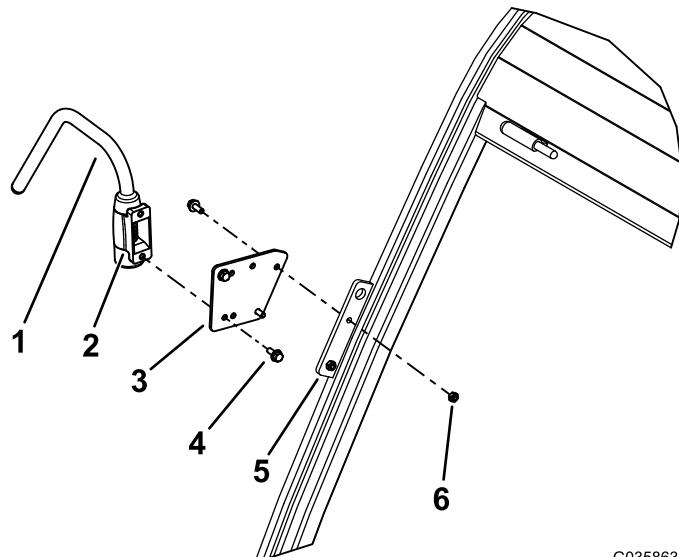

Figura 3
2. Allineate la staffa di montaggio del braccio di supporto alla staffa di prolunga e alla staffa dello specchietto nel montante A della cabina (Figura 3).
3. Fissate la staffa di prolunga alla staffa dello specchietto con 2 bulloni a testa flangiata (M6 x 16 mm) e 2 dadi di bloccaggio (M6) come illustrato nella Figura 3.
4. Fissate il braccio di supporto al montante con 2 bulloni a testa flangiata (M6 x 16 mm), come illustrato nella Figura 3.